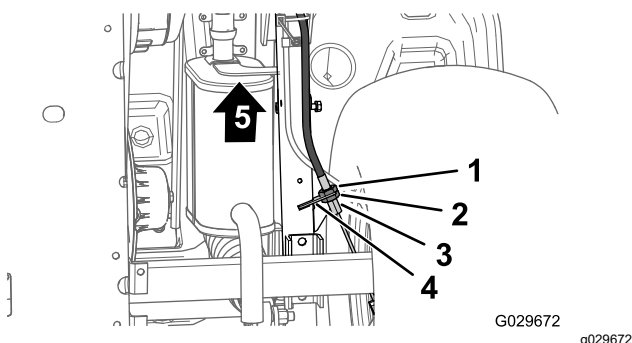

Figura 66
3. Na parte inferior da máquina, desaperte a porca de bloqueio traseira para o ajustador roscado do cabo do travã 1/2o de estacionamento 4 voltas (Figura 66).
4. Aperte a porca dianteira (Figura 66).
- A. Desaperte a porca de bloqueio frontal (Figura 66) para o ajustador roscado do cabo do travã 1/2o de estacionamento 1 volta.
- B. Aperte a porca traseira (Figura 66).
- A. Desaperte a porca de bloqueio traseira (Figura 66) para o ajustador roscado do cabo do travã 1/2o de estacionamento 1 volta.
- B. Aperte a porca dianteira (Figura 66).